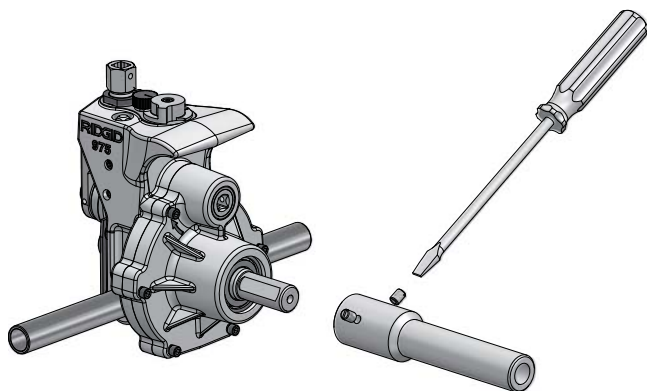

Figura 4 – Instalación del adaptador para la barra de accionamiento
1. Instale el adaptador para la barra de accionamiento dentro del eje de accionamiento de la Ranuradora (vea la Figura 4). Alinee los tornillos de retención sobre los planos del eje de la Ranuradora. Apriételes firmemente.